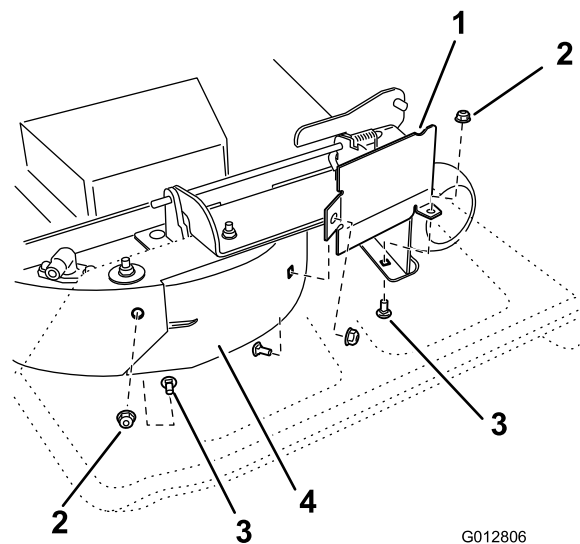

Bild 33
8. Entfernen Sie die Schlossschraube (5/16 x 3/4 Zoll) und die Sicherungsmutter (5/16 Zoll) an der Rückwand des Mähwerks, die das Ablenkblech am Mähwerk befestigen (Bild 33).
9. Ermitteln Sie den Ablenkblechschutz an der vorderen Kante der Seitenauswurföffnung. Entfernen Sie die Befestigungen, mit denen der Ablenkblechschutz und das rechte Ablenkblech am Mähwerk befestigt sind, siehe Bild 33. Entfernen Sie den Ablenkblechschutz und bewahren Sie die Befestigungen auf.